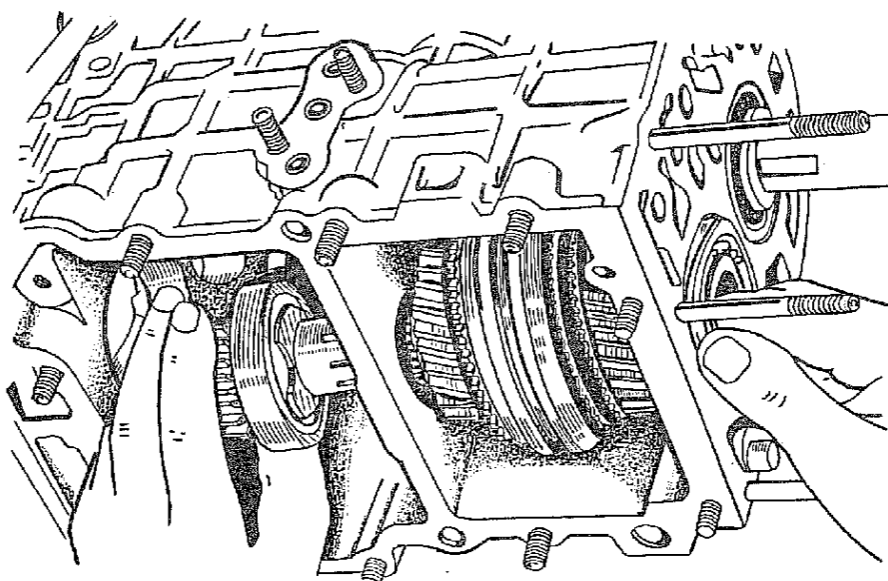

Рис. 152. Установка промежуточного вала
3.17. Установить детали комплекта III в картер. Установить промежуточный вал в отверстие картера под передний подшипник и, смещая вал внутрь картера, установить на вал детали комплекта III (рис. 152).